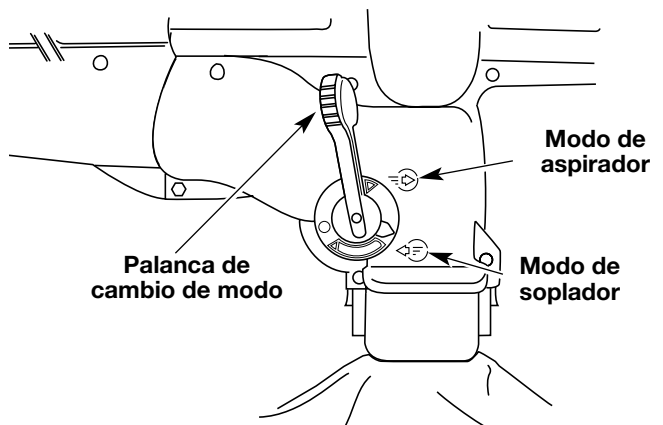

Fig. 13
2. Coloque la palanca de cambio de modo del soplador / aspirador en la posición hacia arriba (Modo de soplador) (Fig. 13).